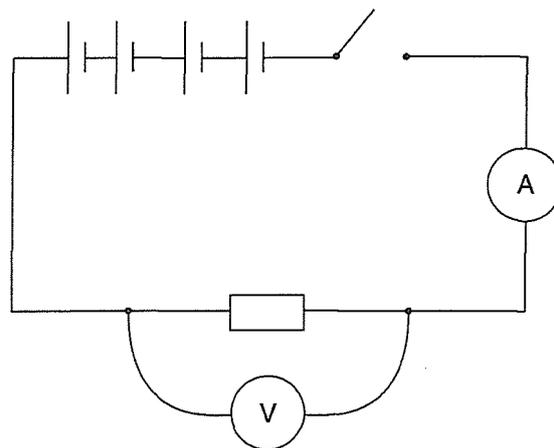

Figure 17.4
4.15. Réaliser le montage représenté à la figure 17.4 en utilisant deux piles de 4,5 V et deux piles de 1,5 V (voltmètre: calibre 20 V; ampèremètre: calibre 200 mA).